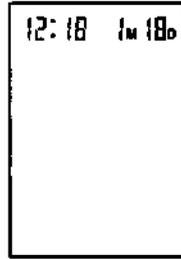

Figura 2-1
- Cuando se coloquen las baterías el equipo entrará en el modo Reloj y la pantalla indicará hora y fecha. Vea las figuras  , figura 2-1 para el Modelo KD-5031 y figura 2-2 para el Modelo KD-5962